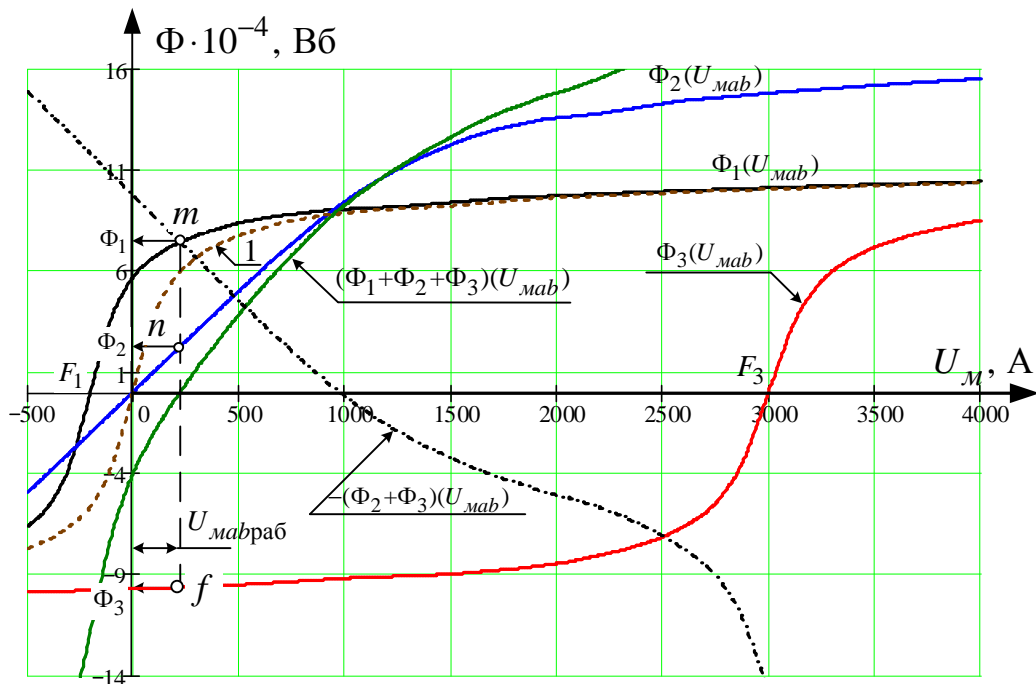

Рис. 2.3
Для получения ответов построение характеристик сопротивлений необязательно, однако, следует помнить, что для стальных участков в диапазоне значений индукции  $B=(0 \div 1,5)$  Тл для стали горячего проката ВБАХ обладают явно выраженной нелинейностью и имеют вид кривой 1 (характеристика  $\Phi_1=(U_{M1})$ ) на рис. 2.3. Характеристика воздушного зазора – прямая линия, проходящая через начало координат.
На рис.2.3 построены графики всех трех ВБАХ ветвей.
4. Составляем функциональное уравнение по первому закону Кирхгофа  $\Phi_1(U_{mab}) + \Phi_2(U_{mab}) + \Phi_3(U_{mab}) = 0$ , и, решив его графически, определяем рабочее значение магнитного напряжения  Точка  $e$  пересечения суммарной характеристики  $(\Phi_1 + \Phi_2 + \Phi_3)(U_{mab})$  с осью магнитных напряжений  $U_m$  и определяет режим работы цепи (рис. 2.3),  $U_{mab.pab.} = 188A$ .
рактеристики относительно оси абсцисс (пунктирная кривая на рис. 2.3).